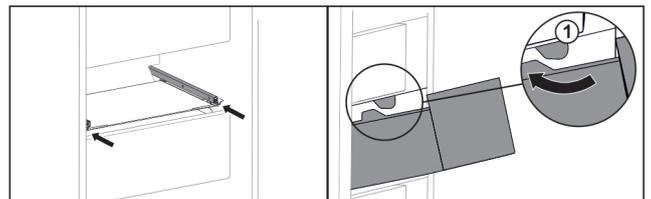

Fig. 53
- ▶ Schubfach um die Stopper Fig. 53 (1) herumführen.